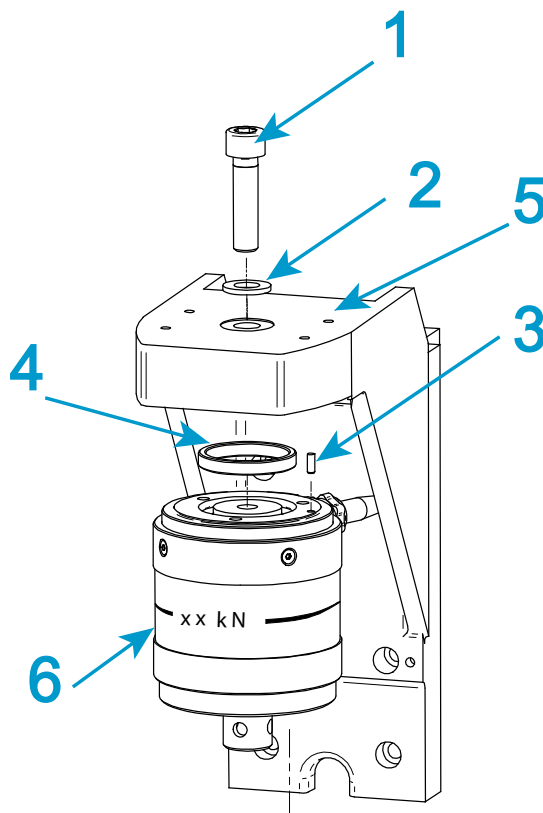

Figure 16. Installation des capteurs de force de série 2580 – capacité 500 N jusqu'à 5 kN
Légende pour Figure 16
1. Consultez la Figure 16 à la page 90 et sa légende.